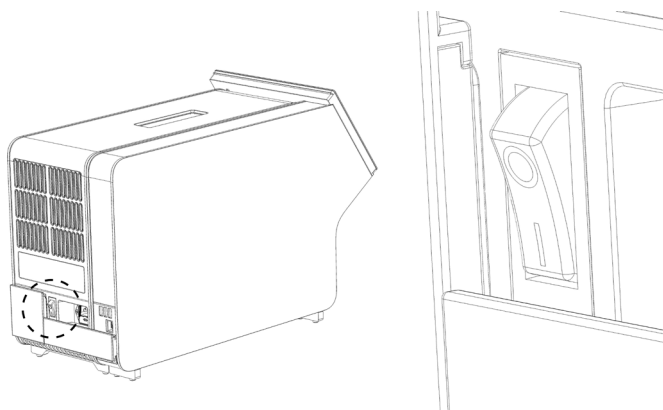

图 11. 找到电源开关并将其设置到“1”位置。
9. 将分析模块背面的电源开关按到“1”位置打开仪器（图 11）。检查分析和运行模块的状态指示灯是否为蓝色。